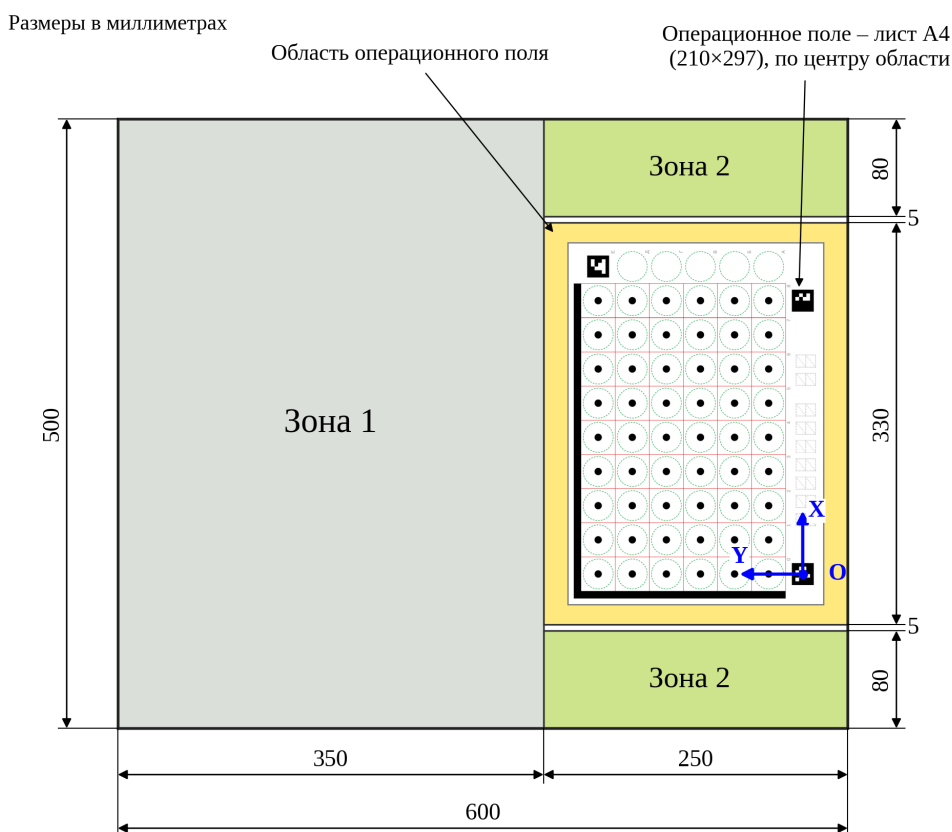

Рис. 1. Испытательный полигон (размеры в мм). Синим показаны оси координат операционного поля
Полигон — горизонтальная поверхность 600×500 мм (рис. 1). Устройство размещается в зоне размещения (п. 3.1). В центре области операционного поля закрепляется лист с операционным полем. Шаблон полигона для печати — приложение Б.
Операционное поле печатается на листе A4 (не менее 80 г/м^2 , масштаб 1:1) и закрепляется в центре области операционного поля в ориентации рис. 1: столбец отбоя — у верхней полосы зоны 2, метка id 27 — у правого нижнего угла листа. Лист крепится прозрачным скотчем только по краям: клетки, столбец отбоя и метки остаются открытыми. Отклонение положения листа — до 5 мм, поворот — до 3° . Шаблон для печати — приложение А.
2. Соберите полигон: распечатайте 8 листов приложения Б, обрежьте по меткам и соедините встык — или разметьте зоны на столе малярным скотчем по рис. 1.
3. Закрепите лист поля прозрачным скотчем по краям — в центре области операционного поля, по углам и в ориентации рис. 1.